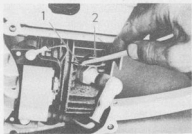

Fig. 29
3. Skrapa bort all smuts, sågspån, fett och träflisor från kylflänsarna (fig. 29). Använd en smal borste doppad i bensen eller annat lösningsmedel för att borsta flänsarna rena.